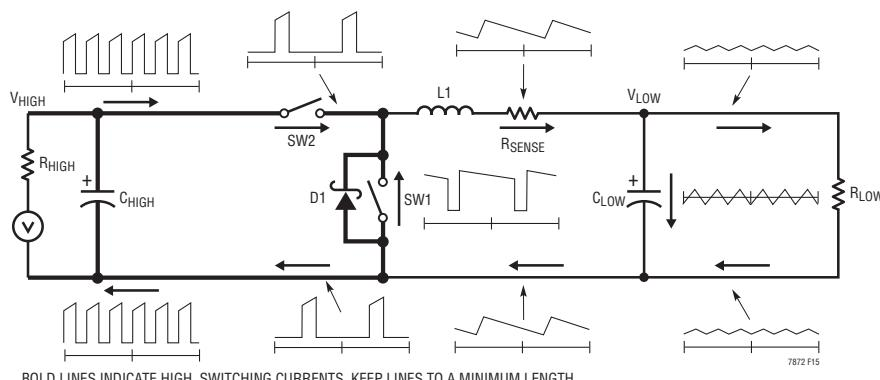

図15. 枝路電流波形(降圧モードの場合を示しています)
プリント回路基板をレイアウトするときは、以下のチェックリストを使用して、このデバイスが正しく動作するようにします。これらの項目は、図15のレイアウト図にも図示されています。プリント回路基板のレイアウトでは、以下の項目をチェックしてください。
- 各ITHピンと信号グラウンドの間のセラミック・コンデンサは、デバイスにできるだけ近づけて配置します。図15に、スイッチング・レギュレータのすべての枝路電流を示します。電流波形を調査すると、高スイッチング電流経路の物理的サイズを小さく抑えることがなぜ重要かが明らかになります。これらのループからは、無線局が信号を送信するのと同じように強い電磁界が放射されます。C_{LOW}のグラウンドは、C_{HIGH}の負端子に戻り、どのスイッチング電流パスとも共通グラウンド・パスを共有しないようにします。回路の左半分は、スイッチング・レギュレータによって生成されるノイズの発生源になります。下側MOSFETとショットキー・ダイオードのグラウンド終端は、非常に大きなスイッチング電流が流れるため、絶縁された短いプリント回路パターンを用いてV_{HIGH}のコンデンサの下側プレートに戻す必要があります。外付けのOPTI-LOOP®補償を使用すると、最適化されていないプリント基板レイアウトには過補償となり、この設計手順は推奨できません。